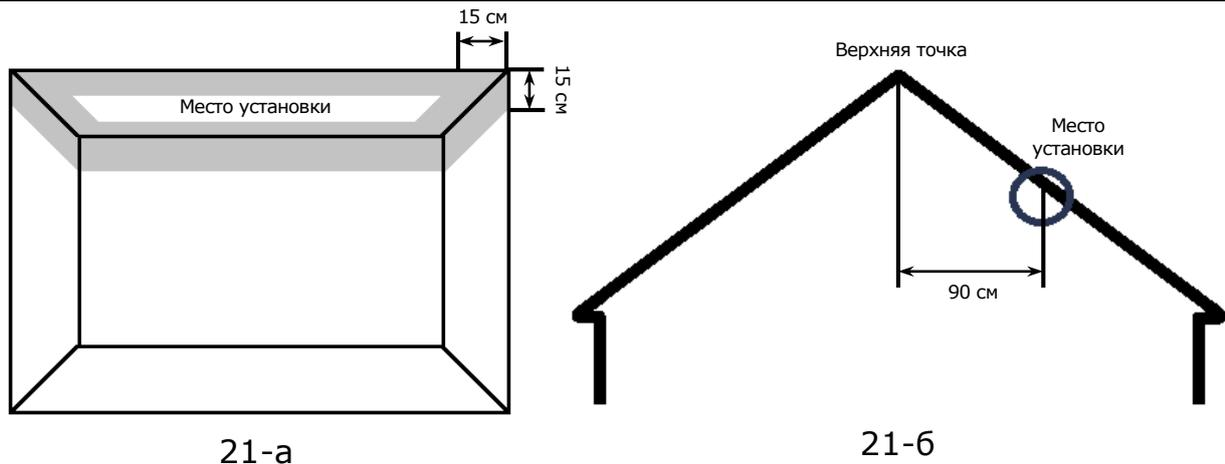
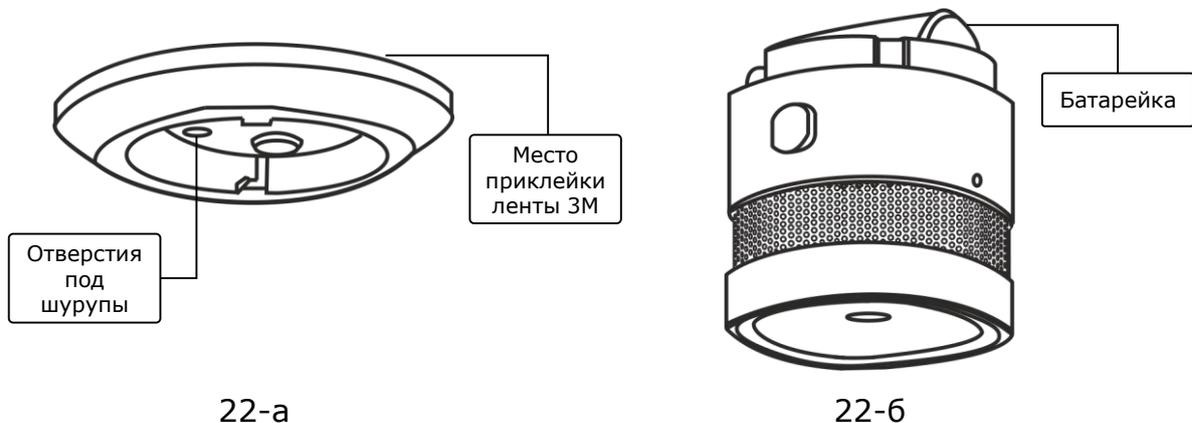

Рисунок 21 – Установка датчика дыма на плоский/скошенный потолок
Рисунок 22 – Крепление датчика дыма на дюбели или ленту 3М
- **существующим пользователям** приложения Perenio Smart необходимо после входа в аккаунт нажать на иконку «+» в правом верхнем углу вкладки «Устройства», затем «Добавить новое устройство» и выбрать центр управления (см. рис. 21).
ПРИМЕЧАНИЕ. При монтаже датчика дыма на потолок следует размещать его на расстоянии не менее 30 см от ламп и предметов декора, а также на расстоянии не менее 15 см от стен и углов (см. рис. 21 и рис. 22).
(рис. 21-а)
(рис. 21-б)